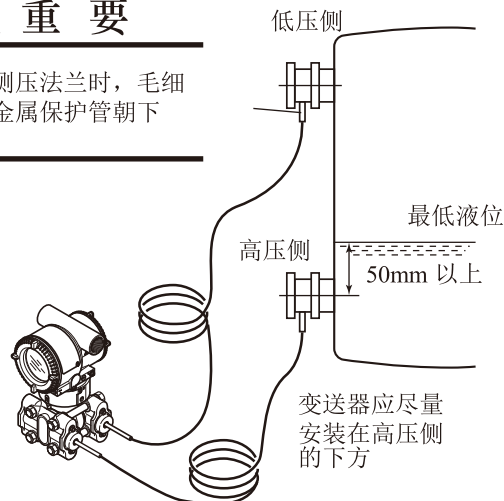

图 3.7 液罐隔膜密封安装
- 进行液罐的液位测量时，最低液位(零点)应设定在距高压侧密封膜片中心50mm以上的地方（见图 3.7）